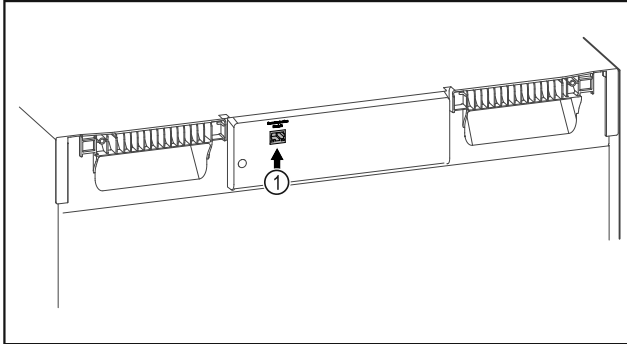

Fig. 73
- Το SmartModule Fig. 73 (1) χρησιμοποιείται.